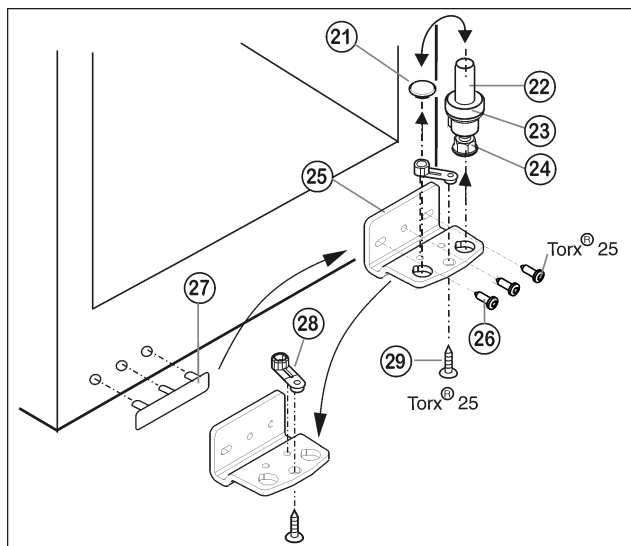

Fig. 5
- ▶ Зніміть, потягнувши догори, опорний гвинт Fig. 5 (22) у комплекті, разом з шайбою Fig. 5 (23) та установочною ніжкою Fig. 5 (24).
- ▶ Зніміть Fig. 5 (21) пробку.
- ▶ Відгвинтіть Fig. 5 (26) опорний кронштейн Fig. 5 (25).
- ▶ Відкрутіть Fig. 5 (29) опорну деталь Fig. 5 (28) і вставте в протилежний отвір опорного кронштейну, знову пригвинтіть.
- ▶ Обережно зніміть кришку з боку ручки Fig. 5 (27) і переставте на протилежний бік.
- ▶ Пригвинтіть опорний кронштейн Fig. 5 (25) на новий бік шарніра (з моментом 4 Нм). За потреби використовуйте викрутку з акумулятором.
- ▶ Знову вставте пробку Fig. 5 (21) в отвір, що залишився вільним.
- ▶ Встановіть на місце опорний гвинт Fig. 5 (22) у комплекті, разом з шайбою та установочною ніжкою. При цьому виступ фіксатора повинен бути спрямований назад.
- ▶ Встановіть дверцята згори на нижній опорний гвинт Fig. 5 (22).
- ▶ У разі необхідності за допомогою двох довгих отворів на опорному кронштейні знизу Fig. 5 (25) встановіть дверцята на одній осі з корпусом. Для цього викрутіть середній гвинт.